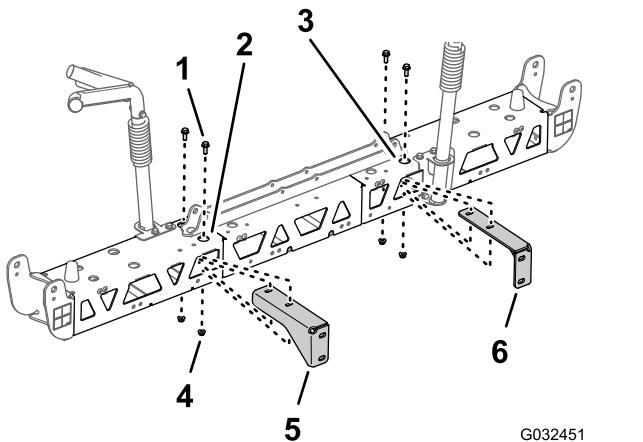

Bild 54
2. Fluchten Sie die Löcher in der rechten Stützhalterung mit den Löchern im rechten Trägerrahmen aus, wie in Bild 54 abgebildet.
vom mittleren Sprühabschnitt (Seite 24) entfernt haben, am rechten Trägerrahmen (Bild 54).
4. Wiederholen Sie die Schritte 2 und 3 für die linke Stützhalterung am linken Trägerrahmen (Bild 54).